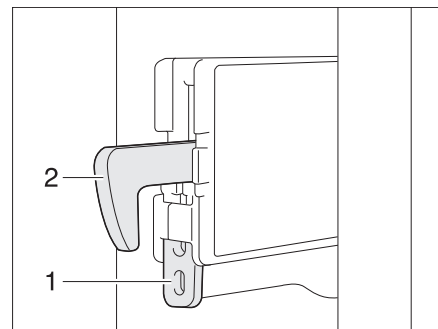

Fig. 325 Fijación del gancho de bloqueo
- Presionar la fijación (Fig. 325,1) hacia arriba. El gancho de bloqueo (Fig. 325,2) se presiona hacia arriba y ya no estará funcionando.
- Presionar el gancho de bloqueo (Fig. 325,2) hacia abajo. El gancho de bloqueo volverá a funcionar.